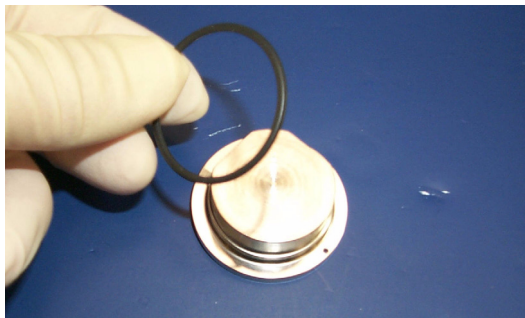

图 4-18 从磁极部件中取出 O 型环
3. 从磁极部件中取出 O 型环，并将 O 型环和磁极部件都放置在清洁的表面上（图 4-18）。